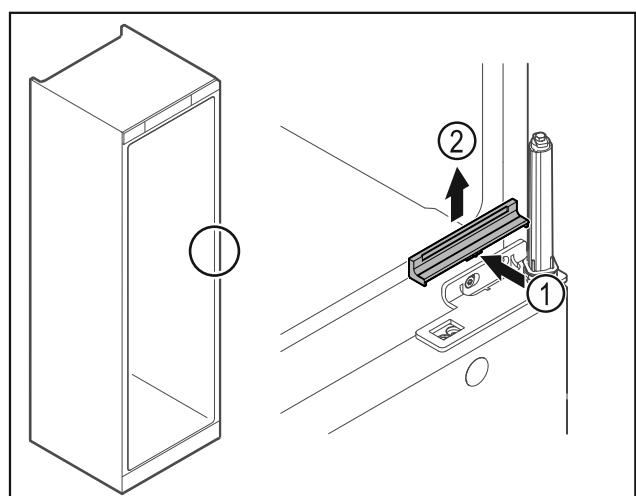

Fig. 21
- ▶ Presionar ligeramente la cubierta Fig. 21 (1) por el centro y retirarla hacia arriba Fig. 21 (2).